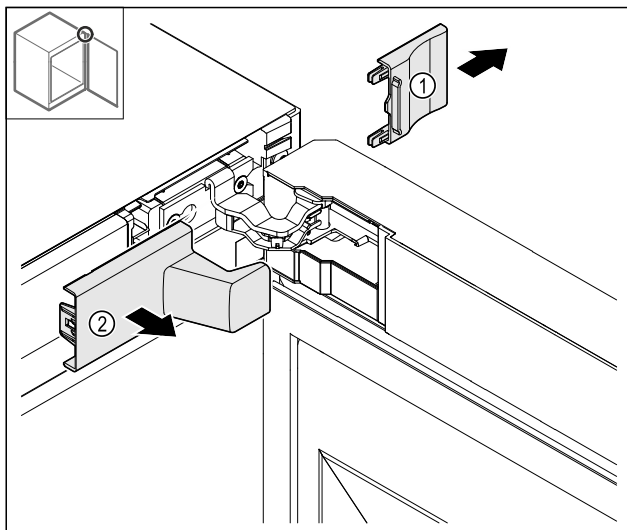

Fig. 13
- Fjern dekkelet Fig. 13 (1) og deretter Fig. 13 (2).